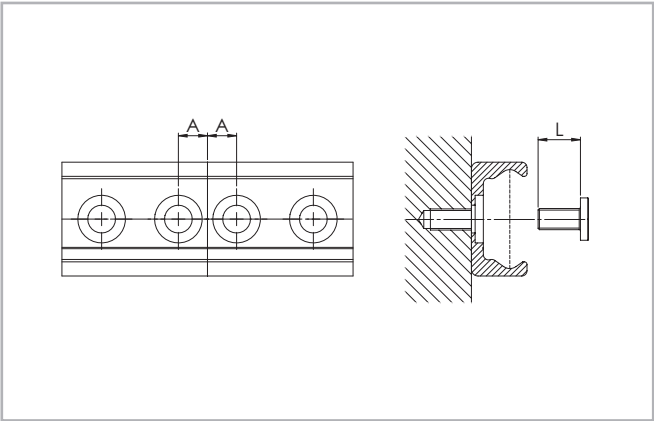

Fig. 171
Rollon mecaniza los extremos de la guía en ángulo recto en las superficies de unión y las marca. En el suministro se incluyen tornillos de anclaje adicionales que garantizan el paso sin problemas del cursor sobre las uniones, siempre que se observen los siguientes procedimientos de montaje. Se requieren dos agujeros roscados adicionales (véase Fig. 171) en la estructura portante. Los tornillos de anclaje terminales incluidos corresponden a los tornillos de montaje para las guías con taladros cilíndricos (véase pág. CR-89).
- (1) Fijar las guías simples en la superficie de montaje apretando todos los tornillos salvo el último en cada unión de guía.
- (2) Colocar los tornillos de anclaje terminal sin apretarlos (véase Fig. 171).